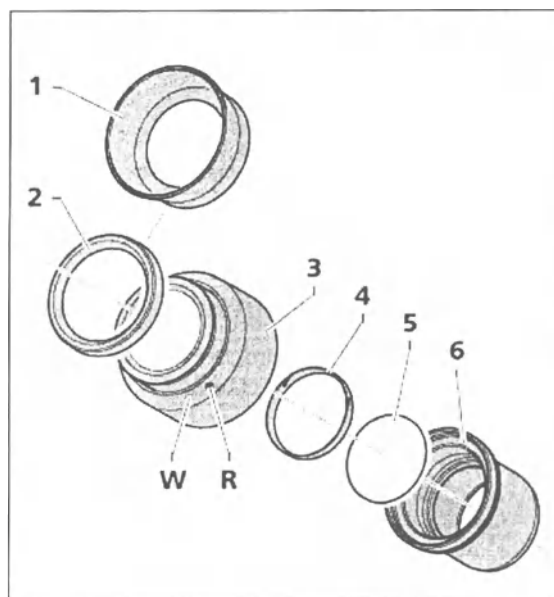

Рис. 16. Установка дополнительной вставки в окуляр
Окуляры оснащены резиновыми насадками, защищающими очки пользователя от царапин. При желании данные насадки для очков могут быть заменены антибликовыми насадками для окуляров (рис. 16/1).
- Для этого снимите защитные кольца для очков (рис. 16/2) с окуляров и установите антибликовые насадки (рис. 16/1).
- Отвинтите упор (рис. 16/6) от окуляра (рис. 16/3).
- Извлеките стопорное кольцо (рис. 16/4).
- Вставьте дополнительную вставку в окуляр (рис. 16/5).
Небольшое смещение изображения из-за толщины дополнительного стекла, которое учитывается на диоптрийной шкале по исходному положению, отображается не белой (рис. 16/W), а красной точкой (рис. 16/R).